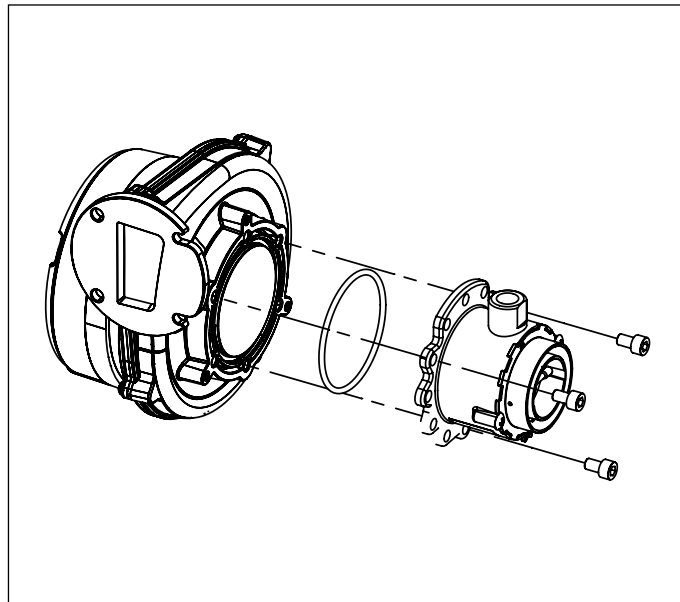

Fig. 33 Amestecător
- Înlăturați amestecătorul desfăcând cele trei șuruburi tip imbus (vezi Fig. 33 Amestecător).